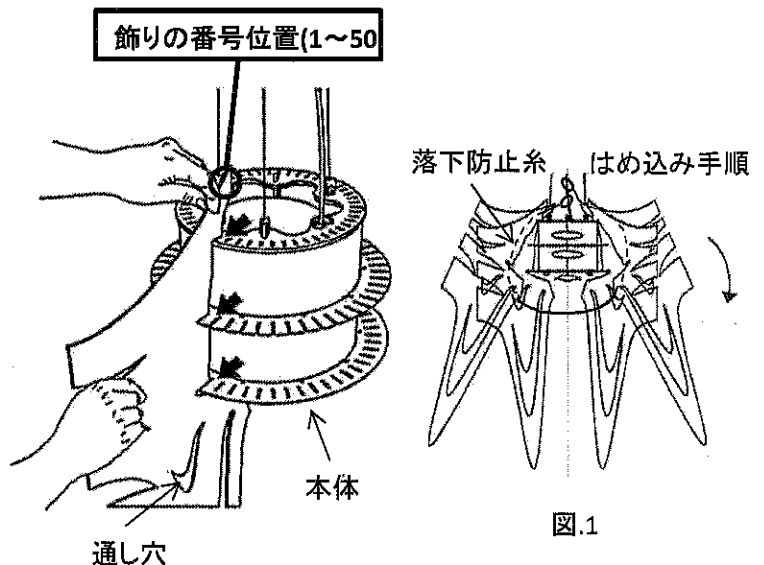

図.1
9. 飾りにつけた番号(1~50)順に、本体へ1番の飾りから時計回りにて取り付けてください。(図.1)